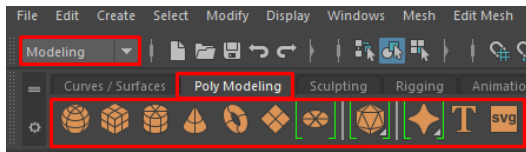

Рис. 2.3. Вкладка *Poly Modeling Shelf*
- На панелі інструментів вибрати вкладку *Modeling* і нижче в вкладці *Poly Modeling* (рис. 2.3) вибрати потрібний примітив (подвійний клік по примітиву дозволить задати попередні налаштування).